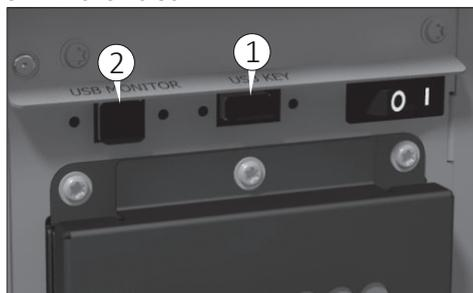

Fig. 25
- 1) USB tipo A (1 Fig. 25) para pen-drive: véase el capítulo "Gestión de la memoria USB".
- 2) El USB tipo B (2 Fig. 25) se utiliza para conectar un PC externo.